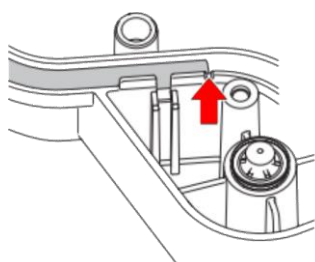

Figura 6
3. Alinee el primer extremo de la tira de sellado con la marca en el chasis. Indicado por la flecha en la Figura 6.